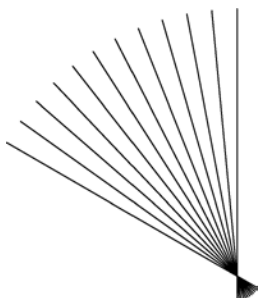

图 5-10 阵列后的图形
3) 选择所绘的直线，对其进行环形阵列编辑。阵列的中心利用最近点捕捉模式，捕捉直线上靠近下端一点。项目总数设为 12，填充角度为 60，取消关联，确定。图形如图 5-10 所示。